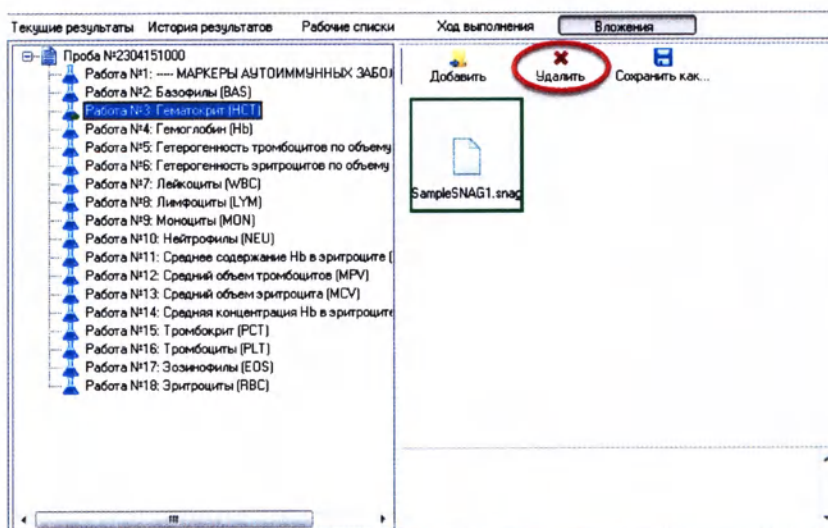

Рисунок 5.81
5. Если файл необходимо удалить, нажмите кнопку **«Удалить»** (Рисунок 5.81):